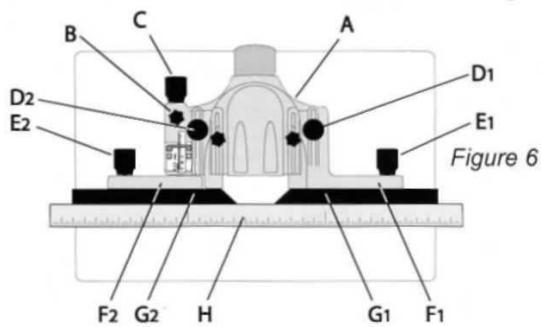

рис. 6
2. Открутите круглые ручки D1, D2 и установите защитный кожух (A), приблизительно в середину; затем закрутите круглые ручки D1, D2.
3. Поместите *поверочную линейку* (H) на стол в зоне инструмента приложив к обеим частям упора для движения заготовки (F1- G1, F2- G2).
4. Открутите фиксатор перемещения левой части упора (B).
5. Вращая круглую ручку (C) регулируют положение алюминиевой направляющей (G2), прижимая линейку (H) к правой алюминиевой направляющей и пытаясь совместить на одной линии, обе направляющие (G1, G2).
**Никакое регулирование не требуется**, если обе алюминиевые направляющие (G1, G2) одинаково прилегают к поверочной линейке, как показано на рис. 6. Продолжение в разделе Калибровка алюминиевых направляющих.